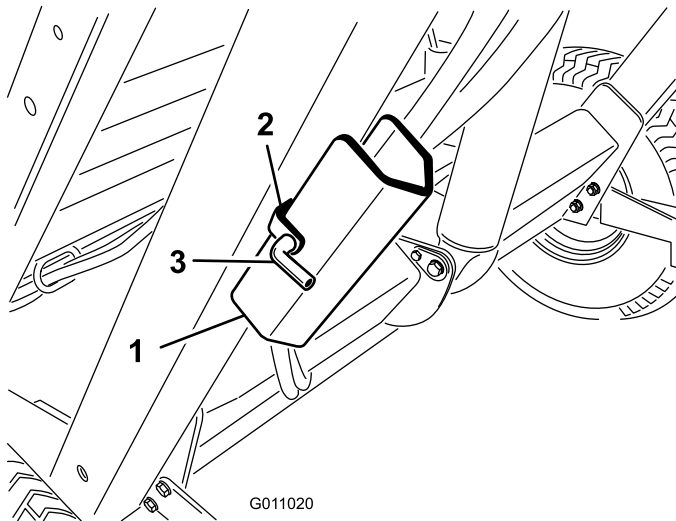

Bild 23
2. Nehmen Sie den Splint und den Stift ab, mit denen die Sicherheitsstütze an der Lagerhalterung am Kehrmasschinenrahmen befestigt ist (Bild 23). Nehmen Sie die Sicherheitsstütze ab.